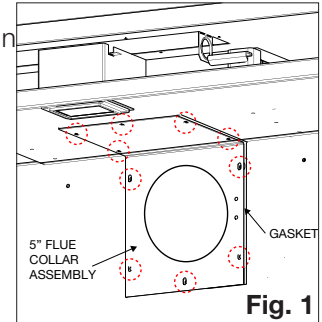

Fig. 1
- Fixez l'assemblage du collier de fumée, le joint d'étanchéité et le bouclier de sortie arrière à l'aide des 10 vis noires à tête hexagonale 3/4po (**Fig. 1**).
- Retirez les deux nappes d'isolation de 1 1/2" (38,1 mm) d'épaisseur et **les-jetez (Fig. 1)**.